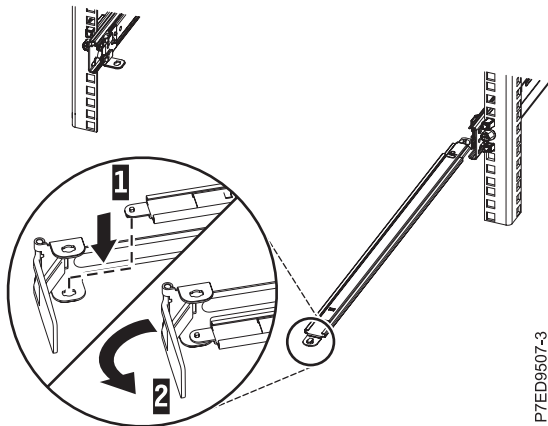

Abbildung 13. Kabelträgerhalterwinkel am Stützelement befestigen
2. Suchen Sie die Bohrung an der unteren inneren Ecke des L-förmigen Kabelträgerhaltewinkels (1). Setzen Sie das lose Ende des Stützelements so an, dass die Sperrzunge an der Unterseite seiner Spitze an der Bohrung der Halterung ausgerichtet ist. Setzen Sie die Lasche in die Bohrung ein und befestigen Sie die Halterung (2) durch Drehen am Stützelement (siehe Abb. 13 auf Seite 12).